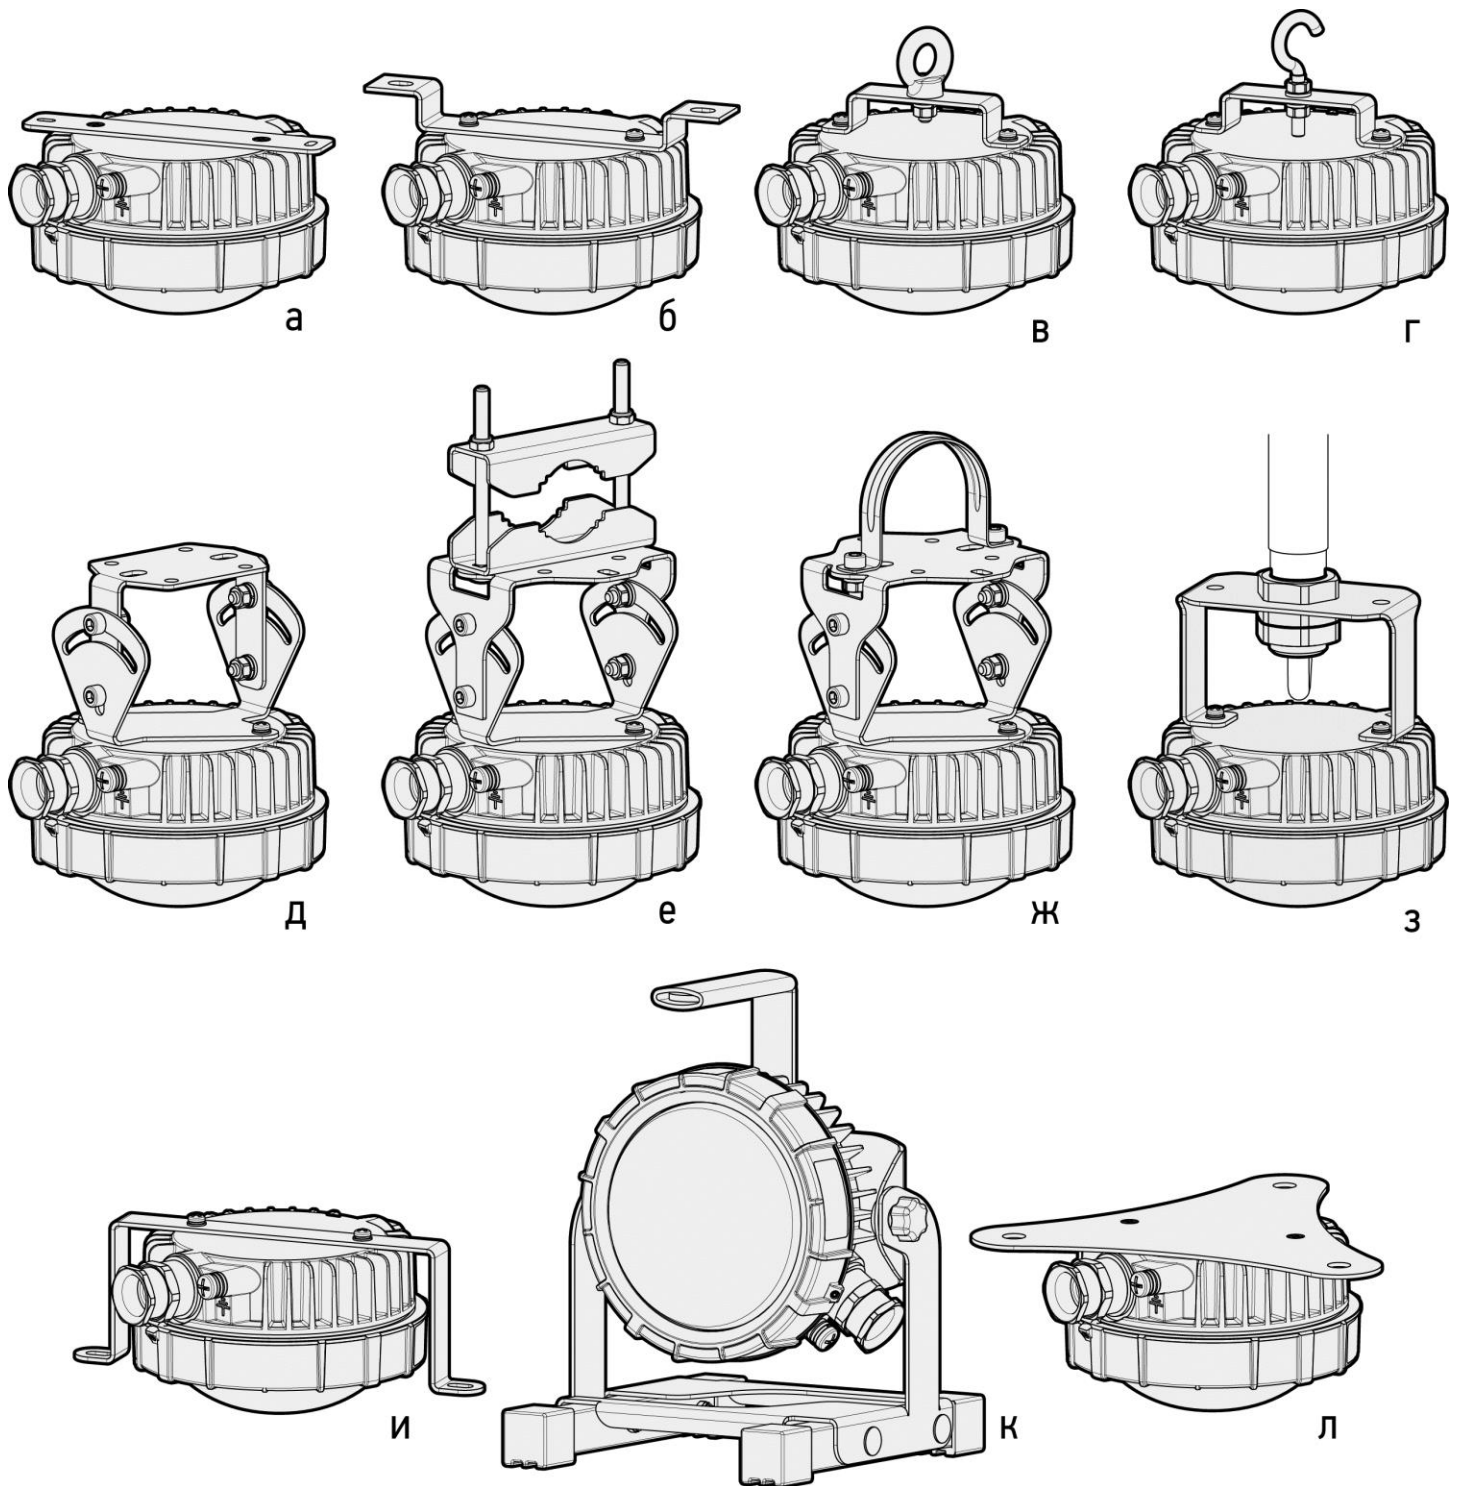
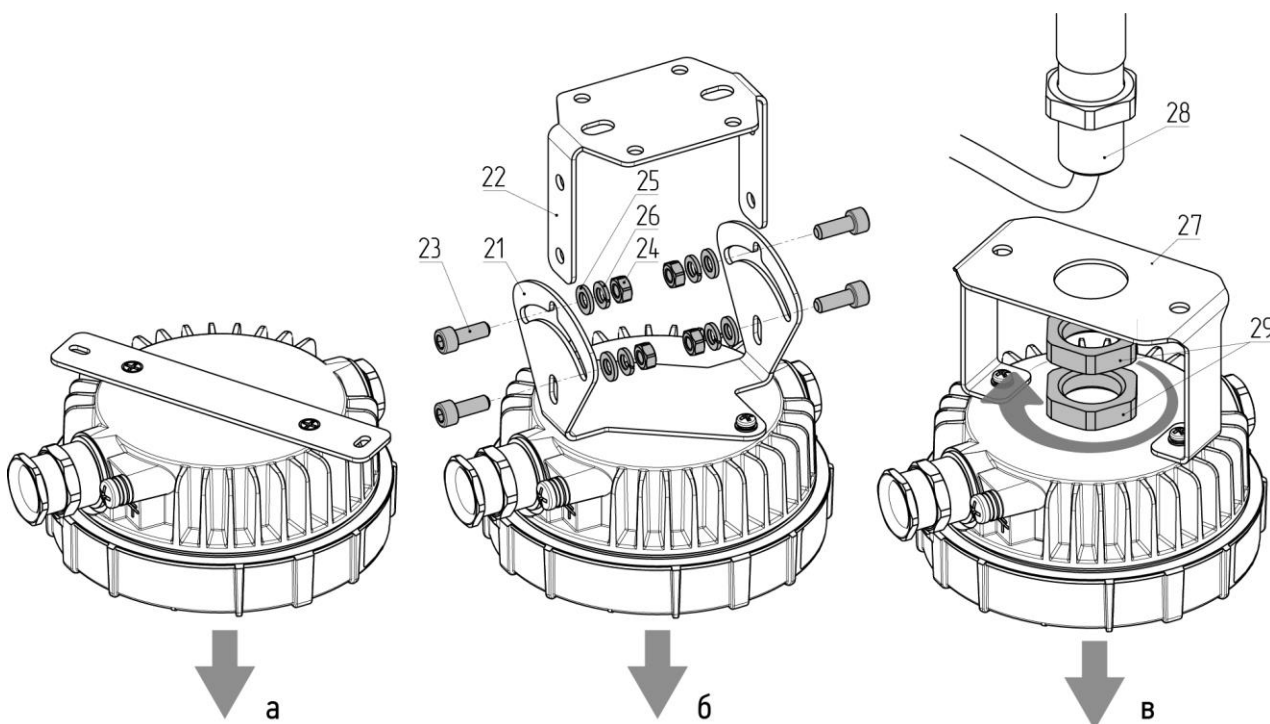

Рис. 1 – ТИП КРЕПЛЕНИЯ/МОНТАЖА:
Рис. 8
4.1.9 – Для светильников с типом крепления/монтажа, представленным на рисунках 1 а-г, и, л: отсоединить светильник от опорной поверхности, либо удерживающих приспособлений вместе с элементами крепления/монтажа (см. рис. 8 а).
Для светильников с поворотным креплением (рис. 1 д-ж): выкрутить болты 23, снять гайки 24 и шайбы 25 и 26, отсоединить светильник вместе с поворотной скобой 21 от кронштейна 22 (см. рис. 8 б).
В случае трубного монтажа (рис. 1 з) снять светильник вместе с кронштейном 27 с трубы 28, открутив гайки 29 (см. рис. 8 в).